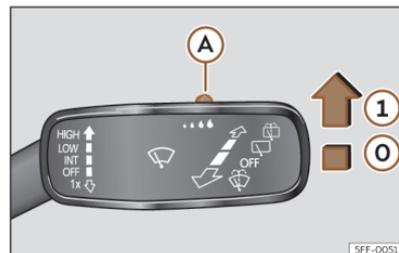

Fig. 82 Levier des essuie-glaces : régler le détecteur de pluie **A**.
Poussez le levier dans la position souhaitée >>> **fig. 82**.
- ① Détecteur de pluie activé ; balayage automatique si nécessaire.
Après avoir coupé le contact et l'avoir remis, le capteur de pluie reste activé et reprend sa marche lorsque l'essuie-glace se trouve dans la position >>> **fig. 82** ① y et que vous circulez à plus de 16 km/h (10 mph).